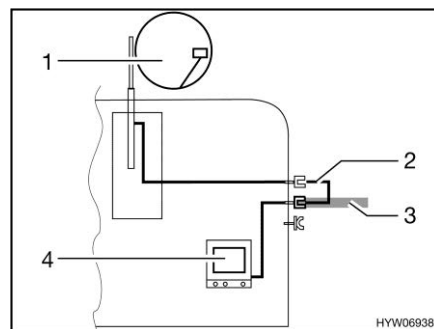

Bild 109 TV im Fahrzeug
- TV im Fahrzeug (Bild 109,4): Anschluss an Dachantenne (Bild 109,1) mit Verbindungskabel (Bild 109,2)
- TV im Fahrzeug (Bild 109,4): Anschluss an externe Antenne (Bild 109,3)